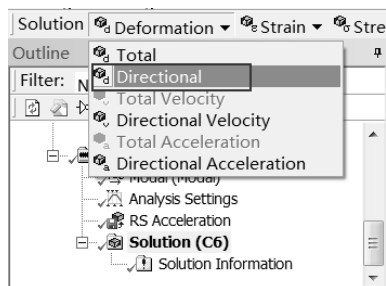

图 8-33 添加变形选项
Step2：选择 Solution 工具栏中的 Deformation（变形） Directional 命令，如图 8-33 所示，此时在分析树中会出现 Directional Deformation 选项。